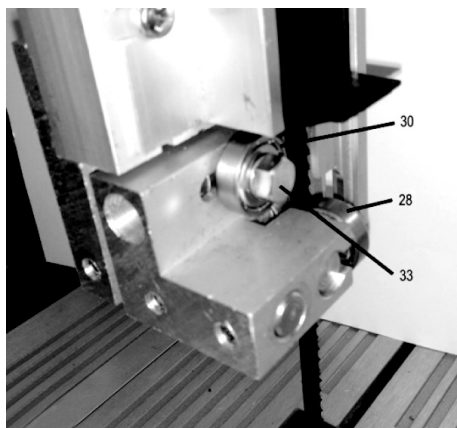
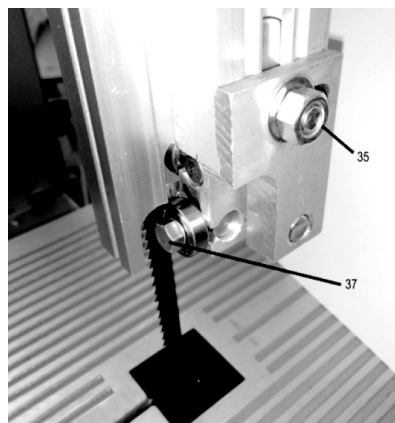

Fig. 14
Fig. 15
- Et støtteleje (30) Fig. 14 (der støtter klingens bagfra)
- To hjul (28) Fig. 14 (der styrer klingens i sidelæns retning)
- Løsn skruen (33) Fig. 14 for at løsne støttelejet (30) således at der er et mellemrum på maksimalt 0.5 mm mellem lejet og klingens.
- Stram skruen (33).
- Løsn unbrakoskruen (35) Fig. 15.
- Flyt delen (36) således at hjulene (28) er omkring 1 mm bag tandbunden.
- Efterspænd skruen (35).
- Løsn unbrakokruen (37).
- Skub de to hjul (28) i retningen mod klingens indtil de er i kontakt med klingens (klingens må ikke sidde fast).
- Spænd unbrakokruen (37).